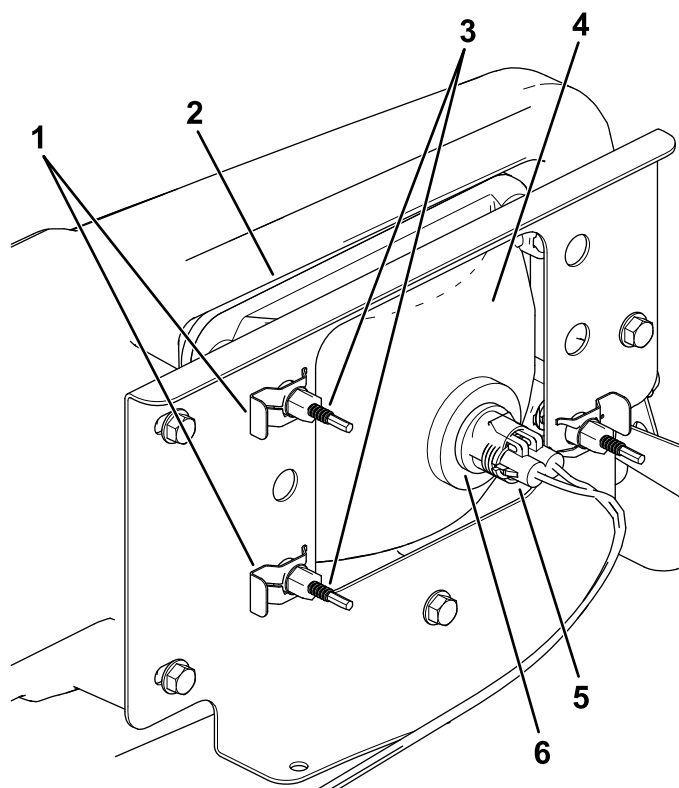

Figure 42
3. Débranchez le connecteur électrique sur le faisceau du connecteur du phare (Figure 42).
4. Retirez les clips rapides qui fixent le phare sur son support (Figure 42).
5. Déposez le phare en le poussant vers l'avant et hors de l'ouverture dans le pare-chocs avant (Figure 42).
6. Insérez le phare de rechange dans l'ouverture du pare-chocs (Figure 42).
8. Branchez le connecteur électrique du faisceau sur le connecteur du phare (Figure 42).
5. Au dos du phare, tournez les vis de réglage (Figure 42) afin de faire pivoter le phare et d'aligner la position du faisceau projeté.